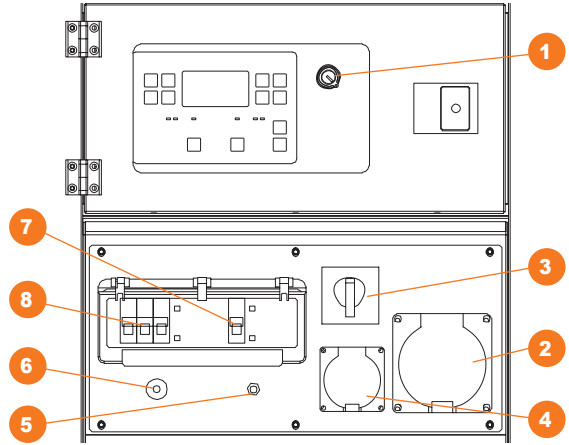
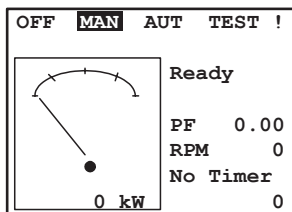

Рис. 2
Рис. 7
**ПАНЕЛЬ УПРАВЛЕНИЯ (РИС. 2)**
Перед первым запуском произведите **ПРОДУВКУ ТОПЛИВНОЙ СИСТЕМЫ** для удаления воздуха из топливопроводов. Для этого наполните топливный бак не менее половины его объема, вставьте и поверните ключ в замке зажигания **1** (Рис. 2) при этом включиться топливный насос. Дайте поработать топливному насосу не менее 1 минуты. За это время насос прокачает топливо по системе и удалит воздух.
- Переведите автоматы защиты **7**, **8** (Рис. 2) в нижнее положение «**OFF**» **ВЫКЛЮЧЕНО**.
- Выберите необходимый режим работы, установите переключатель **3** (Рис. 2). в положение 230 или 400 вольт.
- Вставьте ключ в замок зажигания **1** (Рис. 2) и поверните его. Нажимайте кнопки **1**, **2** (Рис. 3) выберите режим «**MAN**» (**РУЧНОЙ**) на дисплее высветится готовность к началу запуска (Рис. 7).
- После проверки показателей переведите автоматы защиты **7**, **8** (Рис. 2) в верхнее положение «**ON**» **ВКЛЮЧЕНО** и подключайте нагрузку. В процессе работы проверяйте правильность потребления электроэнергии по фазам подключения. Выбирайте соответствующий пункт меню, нажимайте кнопки **5**, **7** (Рис. 3).
- После остановки двигателя и отображения состояния покоя на дисплее (Рис. 7) извлеките ключ из замка зажигания **1** (Рис. 2).